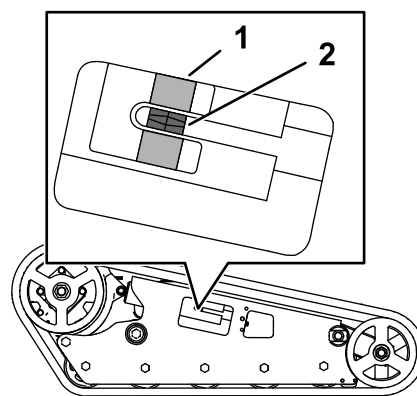

Figura 58
Verificate che il blocco tenditore sia allineato con la guida verde sull'adesivo oppure che il blocco si trovi a una distanza di 1,3 cm dalla parte posteriore della scanalatura del tubo tenditore (Figura 58).
- Utilizzando un cricchetto di trasmissione da $\frac{1}{2}$ " ruotate la vite di tensione, fino a quando il blocco tenditore non si allinea con la guida verde sull'adesivo, oppure non si trova a una distanza di 1,3 cm dalla parte posteriore della scanalatura del tubo tenditore (Figura 58).
- Verificate che il blocco tenditore sia allineato con la guida verde dell'adesivo oppure si trovi a una distanza di 1,3 cm dalla parte posteriore del tubo tenditore per entrambi i cingoli (Figura 58). All'occorrenza regolate.